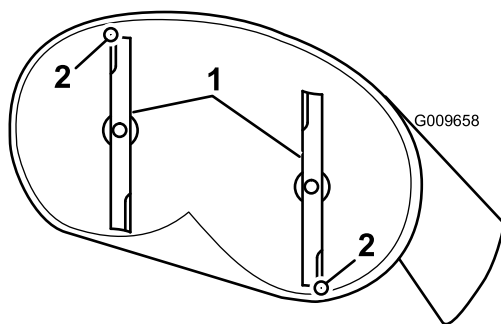
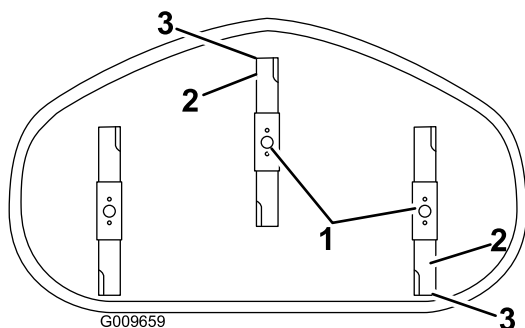

Bild 62
Bild 63
- Drehen Sie die Messer vorsichtig, sodass sie in Längsrichtung zeigen (Bild 62 und Bild 63).
5. Messen Sie zwischen der Messerspitze vorne und hinten und der flachen Oberfläche (Bild 62 und Bild 63).
9. Überprüfen Sie nach dem Einstellen erneut die Neigung in Längsrichtung. Stellen Sie die Mutter ein, bis die vordere Messerspitze um 1,6 mm bis 7,9 mm tiefer liegt als die hintere Messerspitze (Bild 62 und Bild 63).